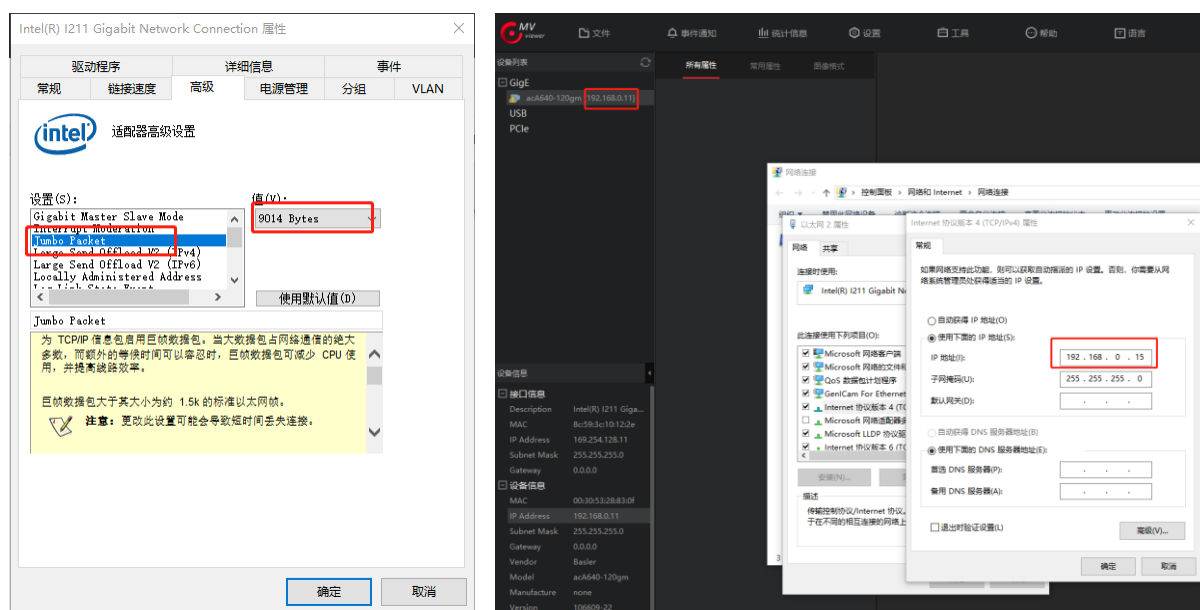

图 3-1 高级网络设置示意图
5) 设备管理器 -> 网络适配器 -> 属性 -> 配置 -> 高级页，将“Jumbo Packet”的值设置为最大值“9014 Bytes”；在以太网属性中选择“Internet 协议版本 4 (TCP/IPv4)”的属性，将其 IP 地址设置为与相机 IP 地址在同一网段的地址，如图 3-1 所示。